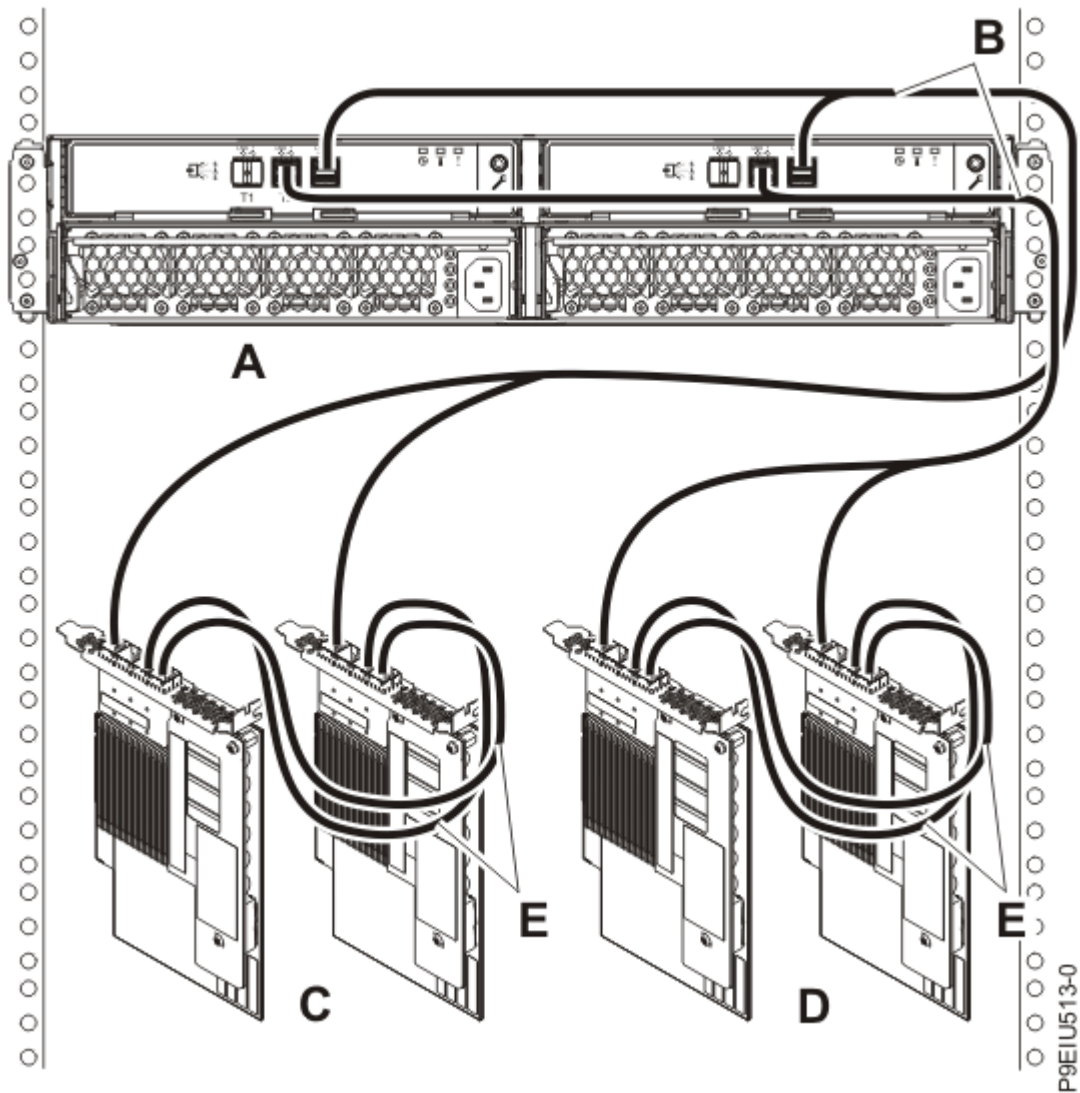

Abbildung 22. Modus-2-Anschluss einer ESLS mit X12-Kabeln an zwei SAS-Adapterpaare (FC EJ0L oder FC EJ14) mit AA-Kabeln
22. Schließen Sie ein Gehäuse im Modus 2 **(A)** mit X12-Kabeln **(B)** an zwei SAS-Adapter **(C und D)** (FC EJ0L oder FC EJ14) mit AA-Kabeln **(E)** an, wie in Abbildung 22 auf Seite 27 dargestellt. Fahren Sie anschließend mit „Kabel und Netzkabel anschließen und Abdeckungen installieren“ auf Seite 29 fort.